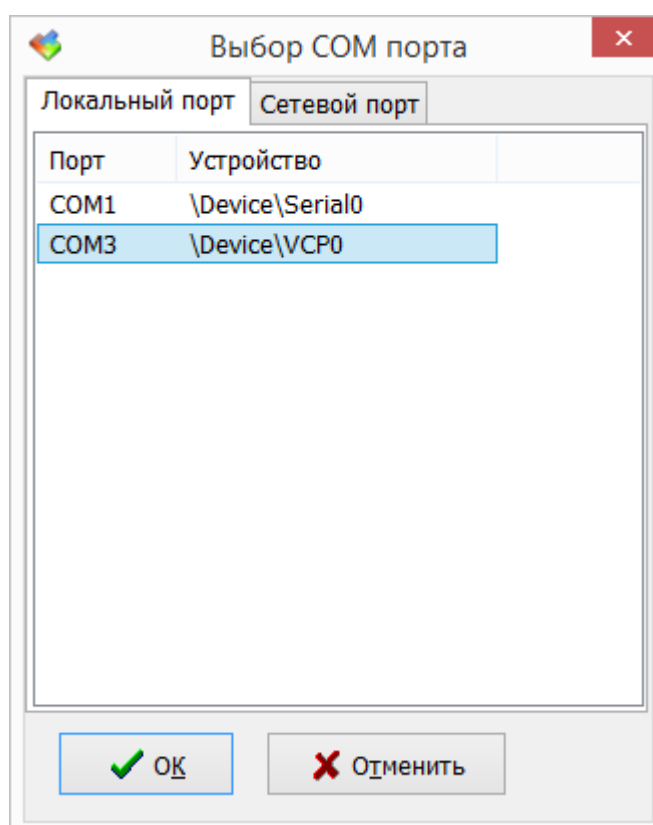

Рисунок 9 – Выбор порта USB на компьютере
11.5 Указать номер локального порта USB на компьютере, к которому подключен преобразователь интерфейсов USB-RS-485 (рисунок 9).